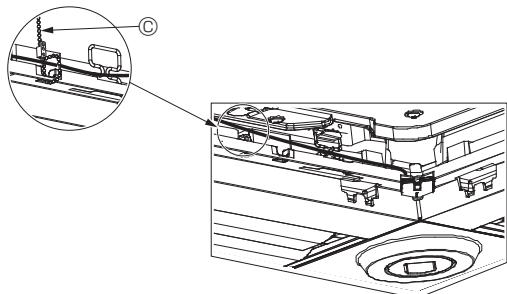

Rys. 5-11
- Umieścić obejmę mocującą przewód silnika panelu żaluzji w skrzynce złączy w sposób pokazany na schemacie. (Rys. 5-11).